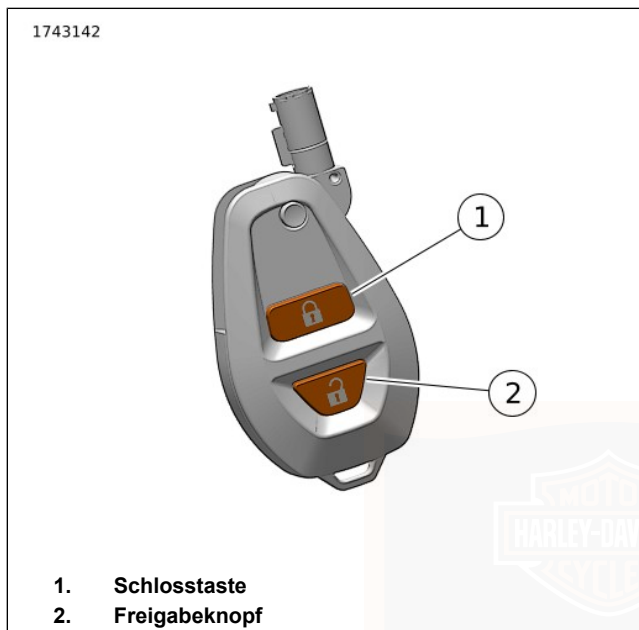

Abbildung 52. Schlüsselanhängers
Siehe Abbildung 52. Der Schlüsselanhänger dient als Fernbedienung zum Ver- und Entriegeln der Satteltaschen. Der Schlüsselanhänger kann die Verriegelungen bei EIN- oder AUSGESCHALTETEM Motorrad betätigen.
2. Siehe Abbildung 52. Zum Verriegeln die Verriegelungstaste (1) auf dem Schlüsselanhänger betätigen. Die Blinker blinken zweimal, um anzuzeigen, dass die Satteltaschen verriegelt sind.
3. Zum Entriegeln die Entriegelungstaste (2) auf dem Schlüsselanhänger betätigen. Die Blinker blinken einmal, um anzuzeigen, dass die Satteltaschen entriegelt sind.